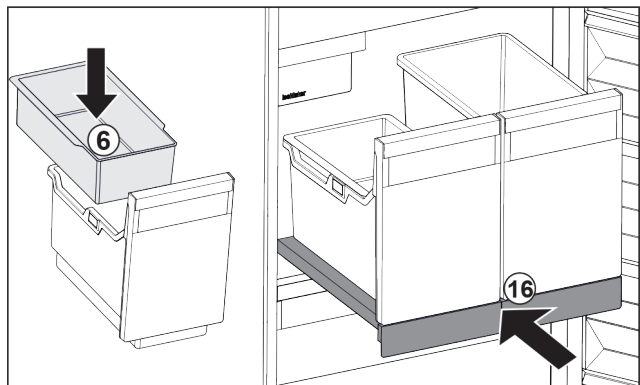

Fig. 36
- ▶ Поставете окачващата се поставка *Fig. 36 (6)* за ледени кубчета.
- ▶ Вкарайте изтеглящата се дъска със съдовете (IceTower). *Fig. 36 (16)*